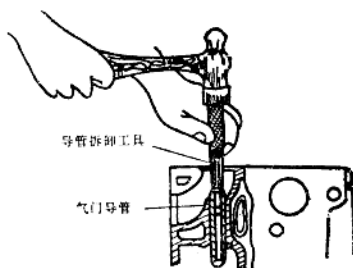

图 1-3 气门导管的拆装
2. 用专用工具或铰具敲出,如用专用铰头拆卸气门导管,如图 1-3 所示。